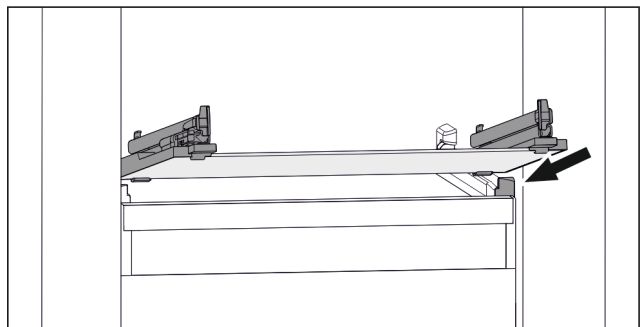

Fig. 98 Exemple de représentation de la tablette en verre
- ▶ Placer la tablette en verre, en l'inclinant, derrière les butées. (voir Fig. 98)